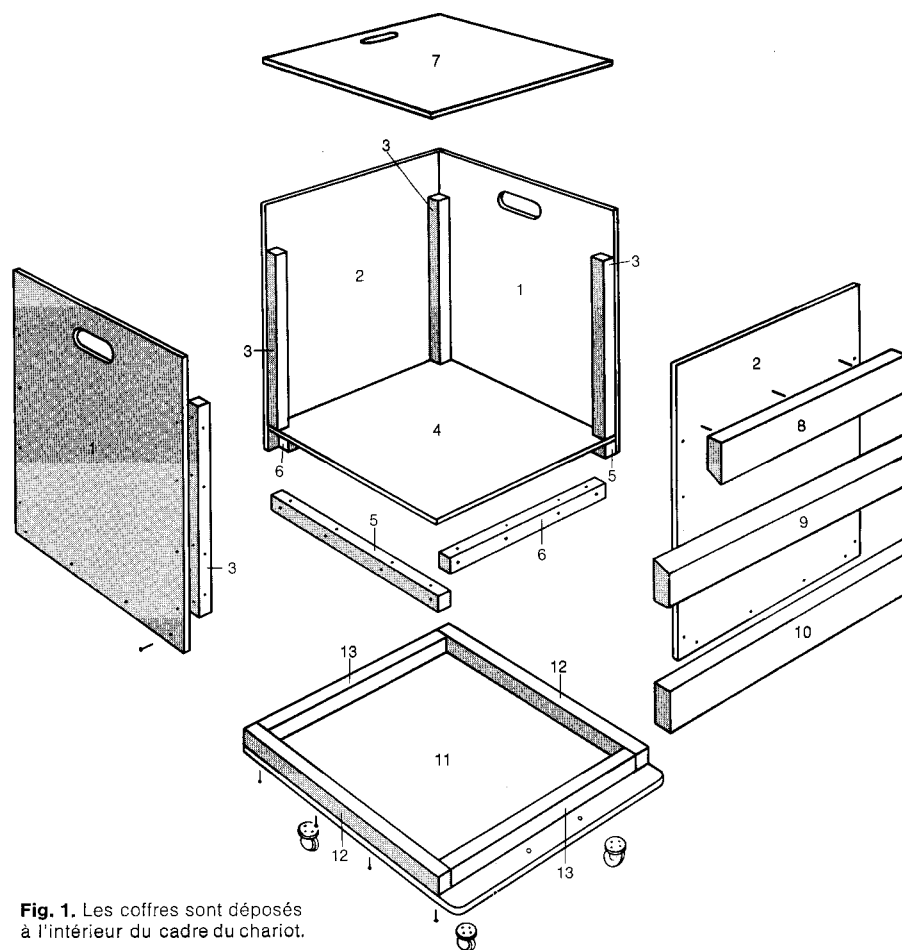

Fig. 1. Les coffres sont déposés à l'intérieur du cadre du chariot.
Collez les tasseaux des bouts (12) et les tasseaux de face et de dos à la base, tel qu'indiqué à la fig. 1. Assurez-vous que le coffre loge facilement à l'intérieur du carré formé par les tasseaux des bouts du chariot. Fixez la base aux tasseaux avec des clous de 1", à 3" de distance les uns des autres.